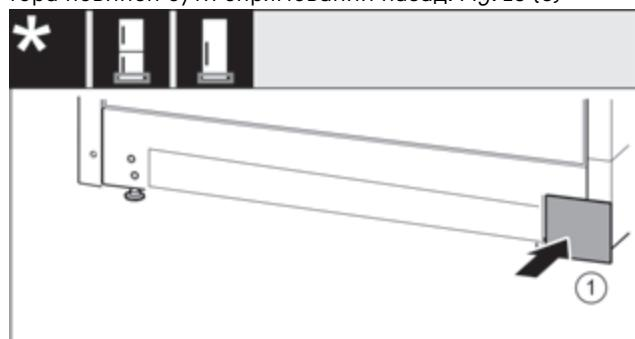

Fig. 16
- Знову одягніти кришку з іншого боку. Fig. 16 (1)